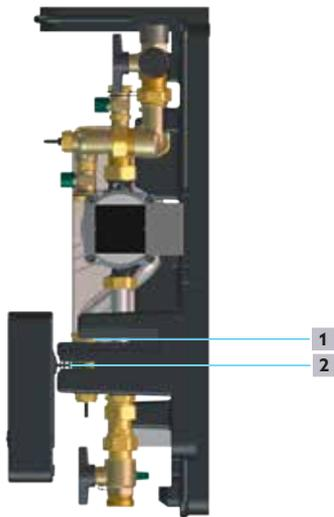

Abb. 7: Montageposition
- 4 Stecken Sie den Regler zurück aus der Montageposition in die Betriebsposition (siehe Abb. 7 auf Seite 9).